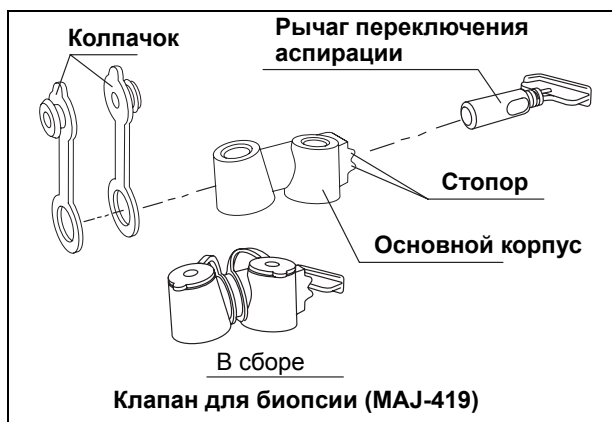

Рисунок 3.7.
2. Плотно посадите два колпачка и рычаг переключения аспирации (п. Рисунок 3.7.).